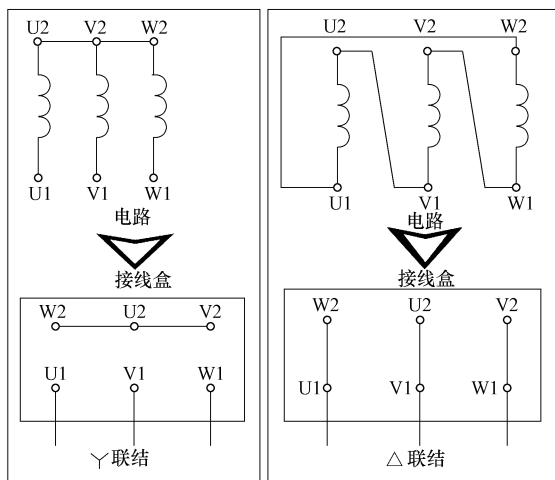

图 1-40 定子三相绕组的星形（ Υ ）联结和三角形（ Δ ）联结
2) 定子三相绕组联结方式。三相异步电动机定子三相绕组的联结方式有星形（ Υ ）联结和三角形（ Δ ）联结两种。如图 1-40 所示。